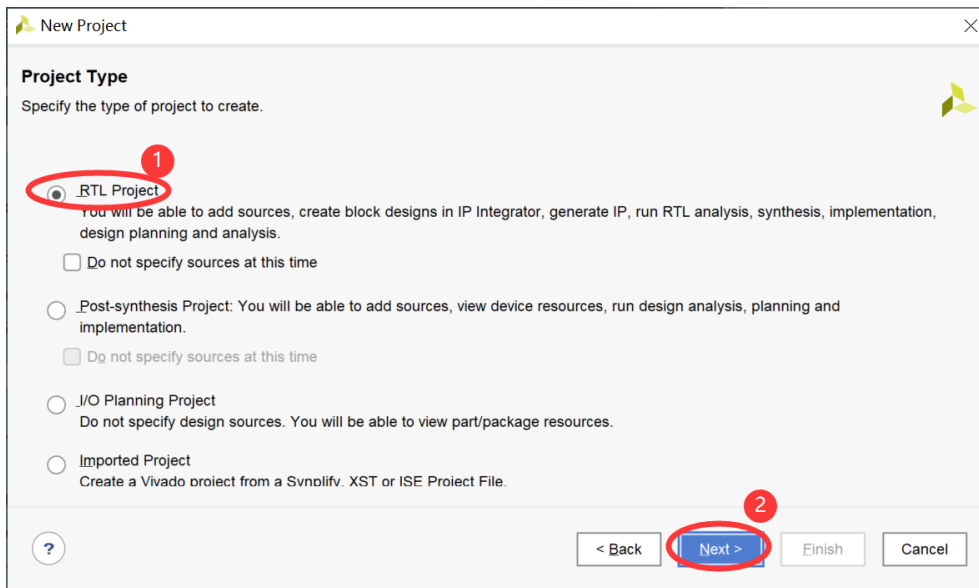

图3.4 选择工程类型
(3) **选择工程类型。**弹出“Project Type”对话框，如图 3.4 所示。选中“RTL Project”类型，点击“Next”进行下一步。